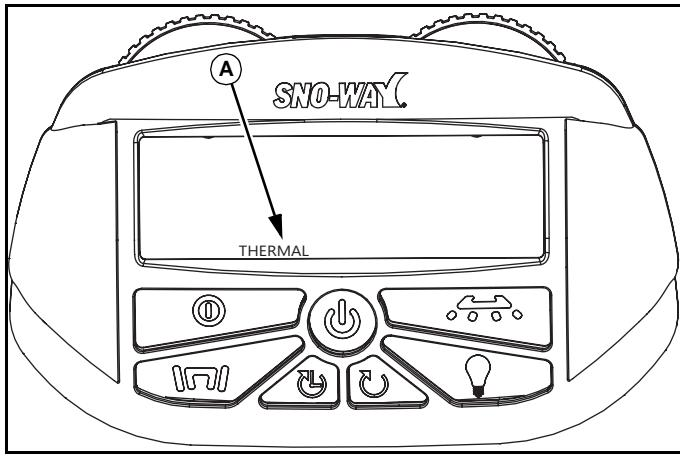

Abb. 1-21
Der Wärme-Code (A) zeigt an, dass das Gerät zu lange unter schweren Ladebedingungen gelaufen ist und der Empfänger (außerhalb des Streueraufbaus) überhitzt ist. Das Gerät setzt im Pausen-Modus fort, wenn es abgekühlt hat. (Siehe Abb. 1-21.)